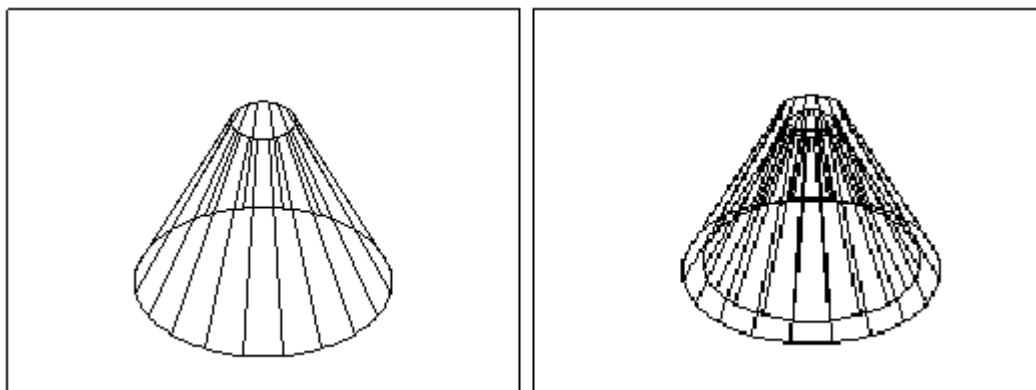

Рисунок 42 - К заданию 3.2.19
3.2.19 Создать трехмерный объект и его оболочку толщиной 10 (рисунок 42).